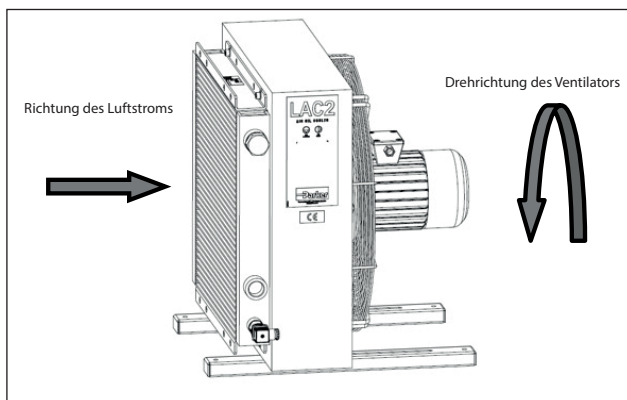

Abb. 24
6. Während des Betriebs ist zu prüfen, ob bei Einschaltung des Ventilators die Drehrichtung und der Luftstrom dem Schema in Abb. 24 entsprechen.